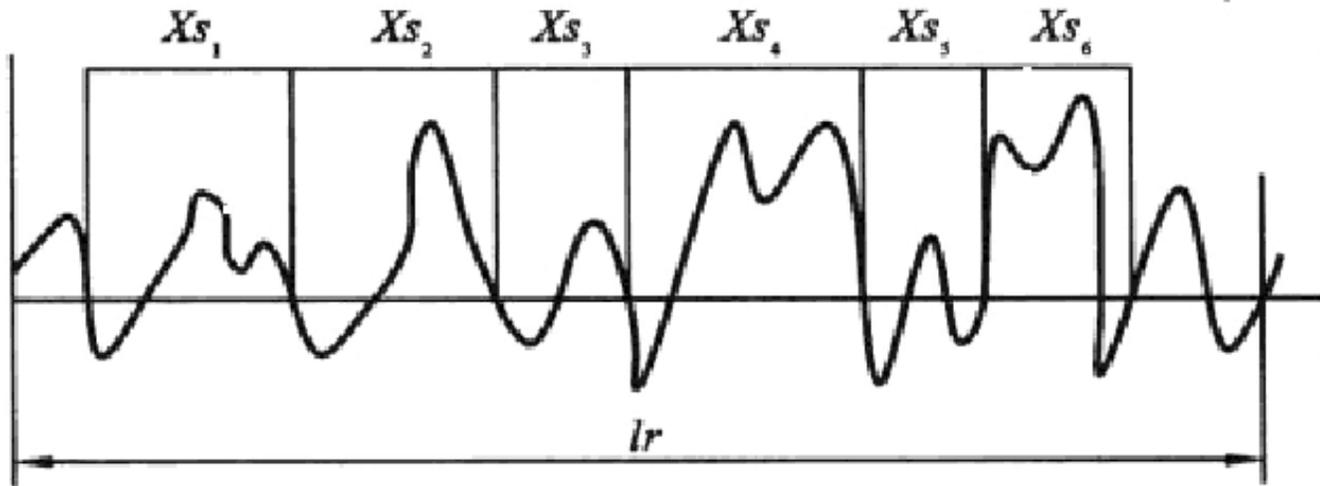

图3-5 轮廓单元的平均宽度
2) 间距参数:轮廓单元的平均宽度 $R_{sm}$ 是在一个取样长度内轮廓单元宽度 $X_s$ 的平均值, 如图3-5所示。其表达式为